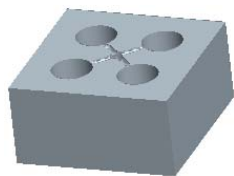

图 25.24 着色后的上半部分体积块
Step6. 此时,系统弹出“属性”对话框,同时模型的上半部分变亮,在该对话框中单击 **着色** 按钮,着色后的模型如图 25.24 所示;然后,在对话框中输入名称 upper_vol,单击 **确定** 按钮。